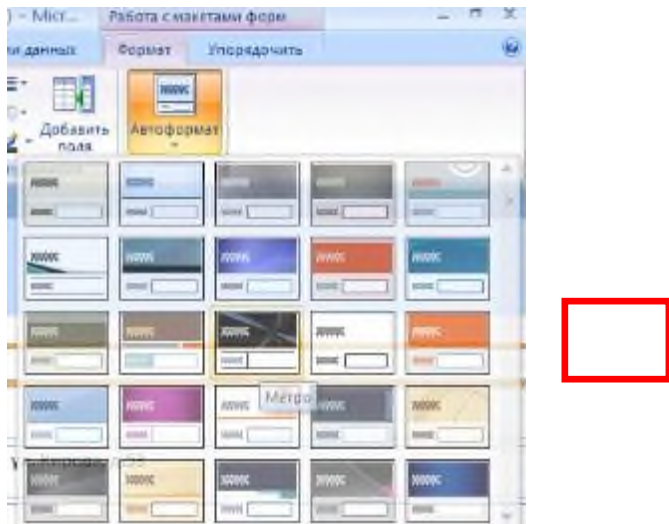

Рис.7 Выбор автоформата
14. Нажать на кнопку «Автоформат» и выбрать «Метро» (Рис.7)